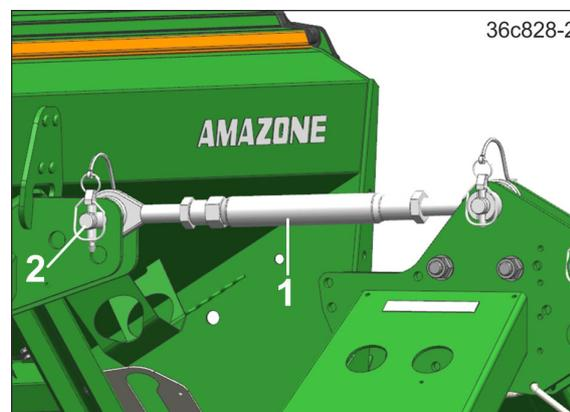

Fig. 130
- Den Oberlenker (Fig. 130/1) mit 2 Oberlenkerbolzen (Fig. 130/2) an der Bodenbearbeitungsmaschine und der Aufbausämaschine abstecken.